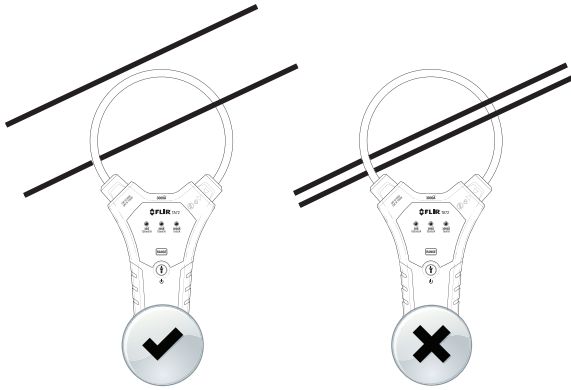

图 5-3 仅钳绕一条导线
6. 用柔性钳头探头将待测装置的唯一一条导线完全钳绕（见图 5-3）。切勿测量超过仪表额定电流范围的任何电流。